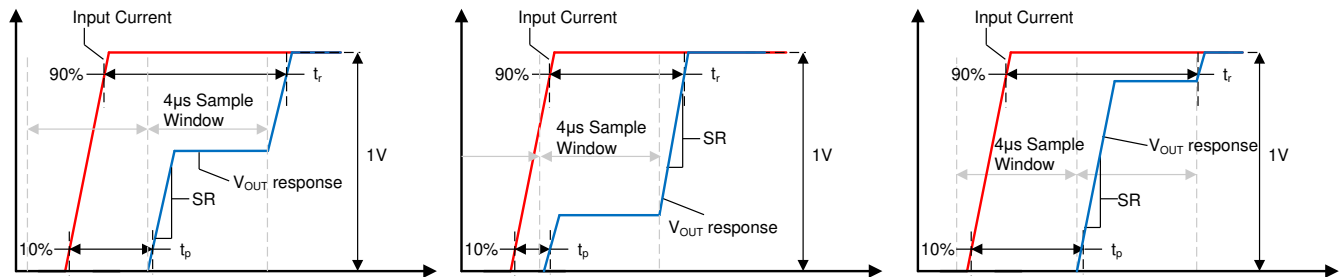

图 8-3. 小电流输入阶跃瞬态响应
压摆率 (SR) 定义为单个积分阶跃输出转换的  $V_{OUT}$  变化率，如图 8-3 所示。该器件通常需要两个采样窗口才能达到其最终值的 90% 完全稳定，因此该压摆率不等于完全输出摆幅的 10%-90% 转换时间。
传播延迟是输入电流波形达到其最终值的 10% 和  $V_{OUT}$  达到其最终值的 10% 之间的时长。该传播延迟在很大程度上取决于输入电流阶跃的对齐情况和 TMCS1107-Q1 的采样周期，如图 8-3 中几种不同采样窗口的情况所示。
响应时间是输入电流达到其最终值的 90% 和输出达到其最终值的 90% 之间的时长，这使输入电流阶跃足以在输出上引起 1V 转换。图 8-3 展示了 TMCS1107-Q1 在三种不同时间情形下的响应时间。除非在一个采样窗口开始时直接出现阶跃输入，否则响应时间将包括两个采样间隔。